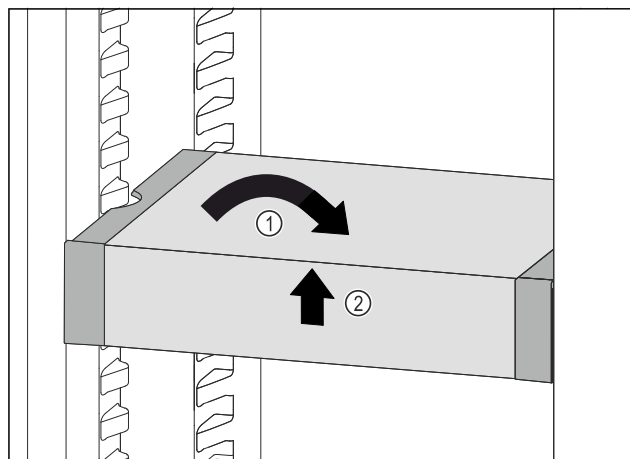

Fig. 38
- ▶ VarioSafe postavte rovně. Fig. 38 (1)
- ▶ VarioSafe vpředu zvedněte. Fig. 38 (2)